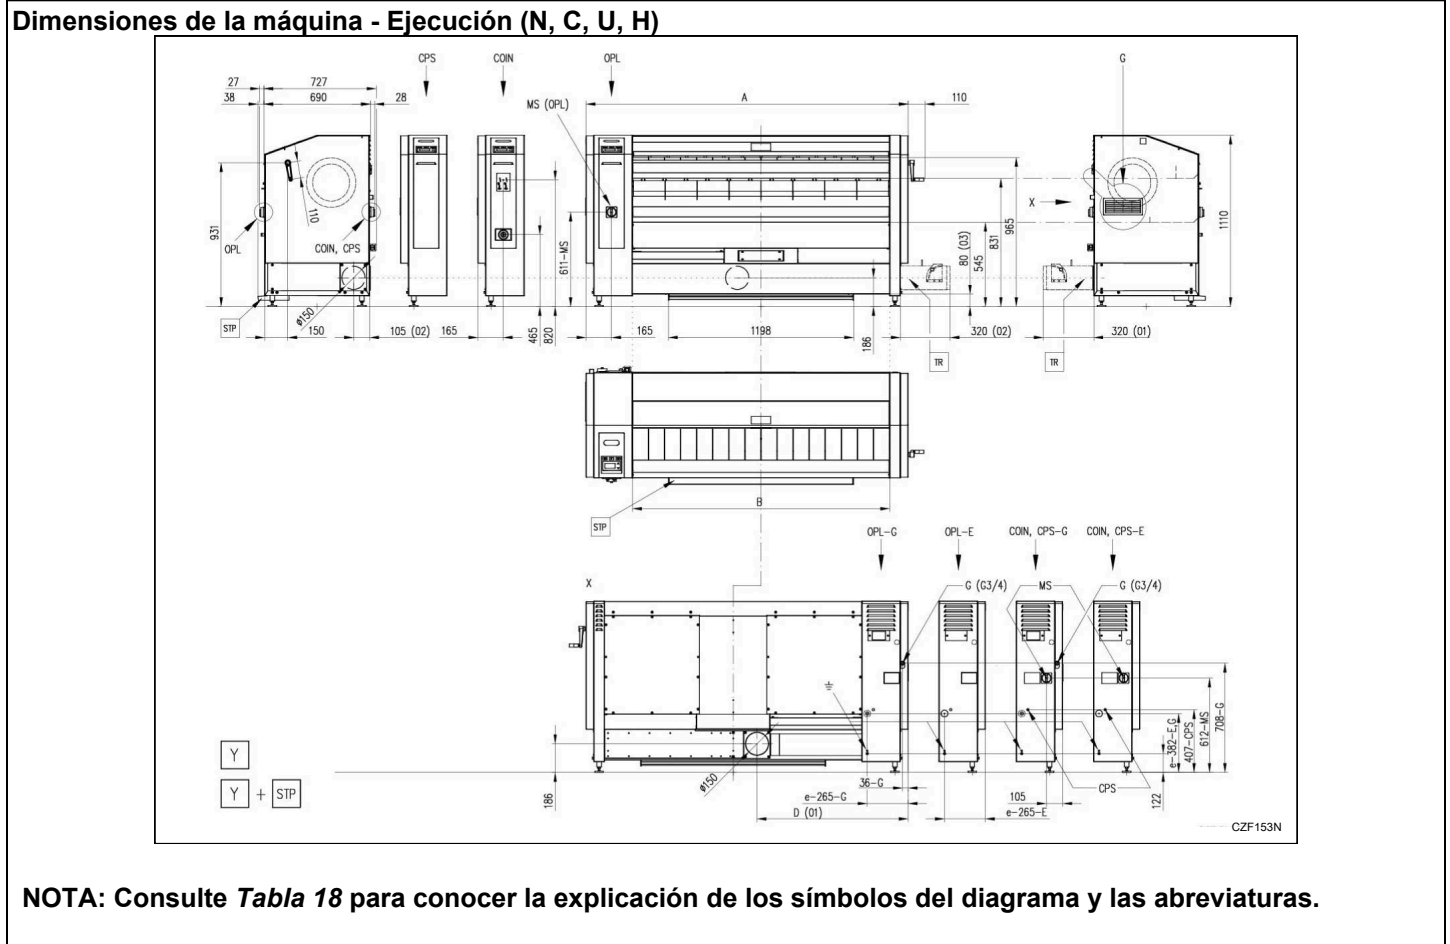

Figura 4
(1)	Máximo 456 V.
(2)	Potencia de entrada nominal para calentamiento permanente determinada a partir del consumo de gas (sin regulación)
(3)	Qn(Hi): Válido para gas G20, 20mbar; para otros parámetros consulte Tabla 13 .
(4)	Para parámetros relacionados, consultar la Conexión con el sistema de escape de vapor .
(5)	Válido para una prueba en conformidad a ISO 9398-1.
(6)	Mn/Vn: Válido para gas G20, 20mbar; para otros parámetros consulte Tabla 13 .
(7)	Para la especificación de posibles opciones consulte la Tabla 13 .
(8)	Válido para embalaje: cartón en pálet.
(9)	Consulte la Figura 4 .
(10)	Y - máquina básica con salida frontal.
(19)	Válido para 380-415V 3CA 50/60 Hz.
Explicaciones del diagrama (consultar la Figura 4)
Dimensiones de la máquina (consultar la Figura 4)